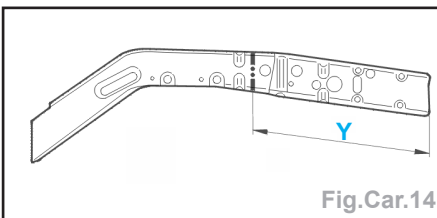

Fig.Car.14
- Tracer puis percer au $\varnothing 8 \text{ mm}$ pour soudage ultérieur par points bouchons, préparer les bords d'accostage, les protéger par un apprêt soudable, tracer, puis découper (coupe définitive) (Fig.Car.14).